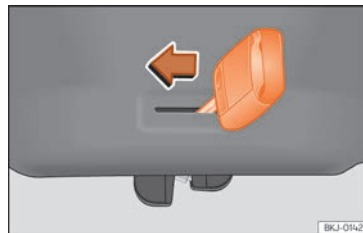

Abb. 91 Detail Gepäckraum: Notentriegelung.
- Führen Sie den Schlüsselbart in den Schlitz ein und drehen Sie den Schlüssel in Pfeilrichtung, bis sich das Schloss öffnet »» **Abb. 91**.